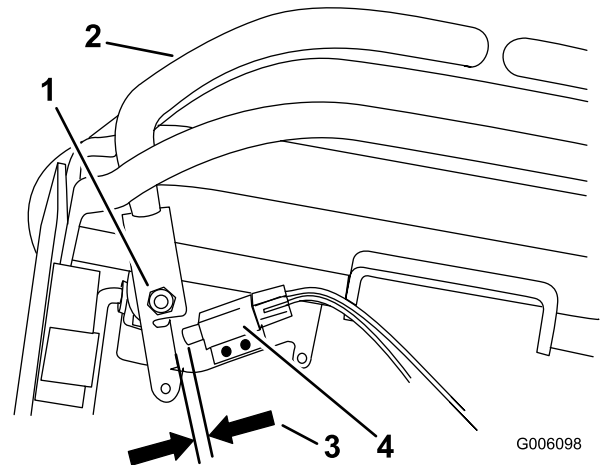

Figura 43
- Compruebe la distancia entre la palanca de control y el interruptor, según se muestra en la Figura 43.
- Si es necesario, afloje los tornillos que sujetan el interruptor, y ajuste el interruptor (Figura 43).